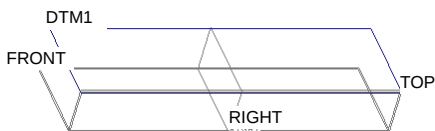

图 10.5.6 创建 DTM1
Step2. 创建图 10.5.6 所示的基准平面 DTM1。单击模型功能选项卡 基准 ▾ 区域中的“平面”按钮，选取 FRONT 基准面为参考平面，偏移值为-10.0，单击对话框中的确定按钮。